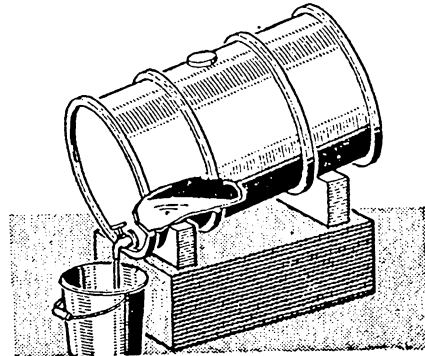

Abb. 3
- Rest des Faßinhaltes durch Spundloch ablassen (s. Abb. 3) und nur für Reinigungszwecke verwenden.